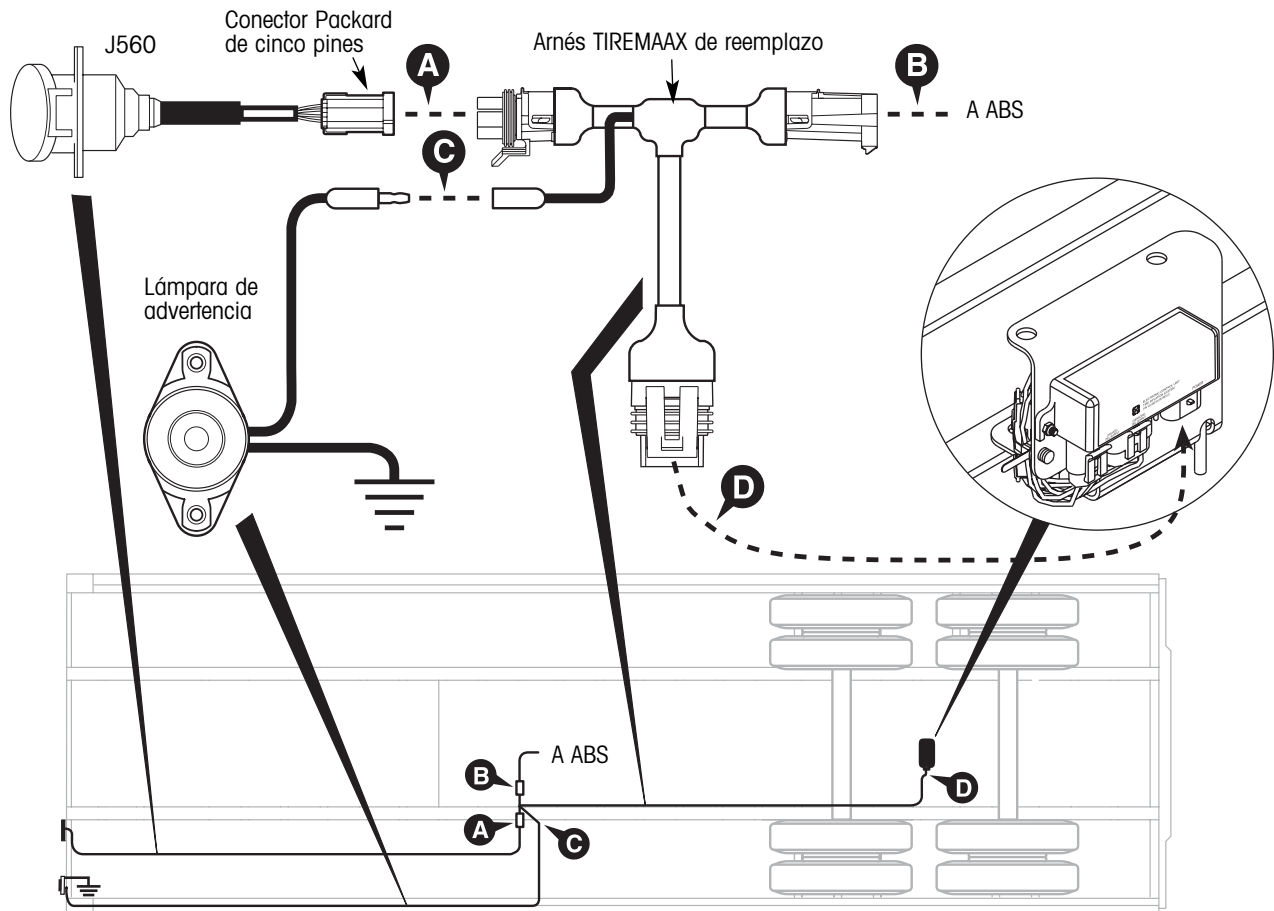

Figura 6. Conectando el arnés TIREMAAX de reemplazo
1. Conecte el conector packard de cinco pines del arnés al sistema ABS (B, figura 6).
2. Conecte el conector de corriente del arnés al conector packard de cinco pines en la interfase J560 (A, figura 6).
3. Conecte el cable del arnés al cable de corriente de la lámpara de advertencia (C, figura 6).
4. Conecte el conector del ECU del arnés al socket POWER de cuatro pines en el ensamble del controlador del ECU (D, figura 6).